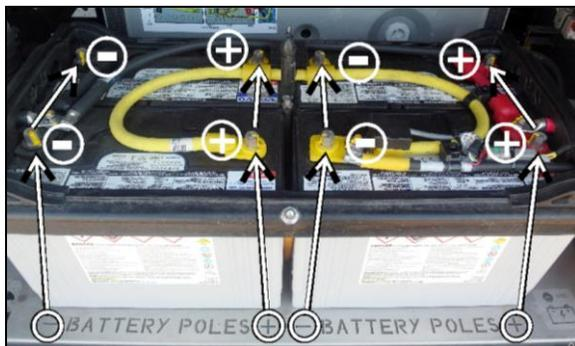

FIGURE 54: GROUPE DE BATTERIES INSTALLÉES
- Pour éviter une installation inappropriée concernant l'agencement de la polarité des batteries, un signe (+) et un signe (-) ont été gravés dans le métal de la plateforme. Lors de l'installation, faire coïncider le pôle positif et le pôle négatif avec les signes correspondants de la plateforme. (Figure 54)